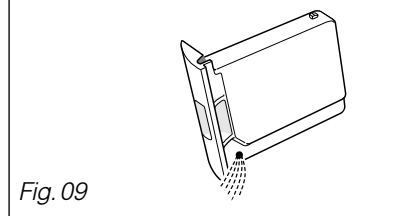

Fig. 09
O recipiente de recuperação deve ser esvaziado após cada ciclo de secagem (fig.09).
- Esvaziar o recipiente (fig. 09).